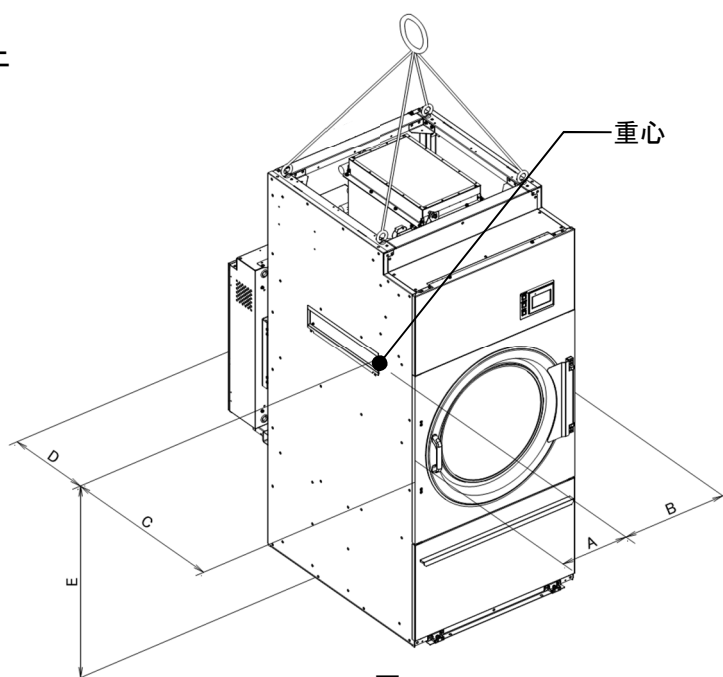

図 3-1
- クレーン等で機械を吊り上げるときは、本体上部（図 3-1）の 4ヶ所に必ずフックを掛けて吊り上げます。
- 重量と重心（図 3-1）